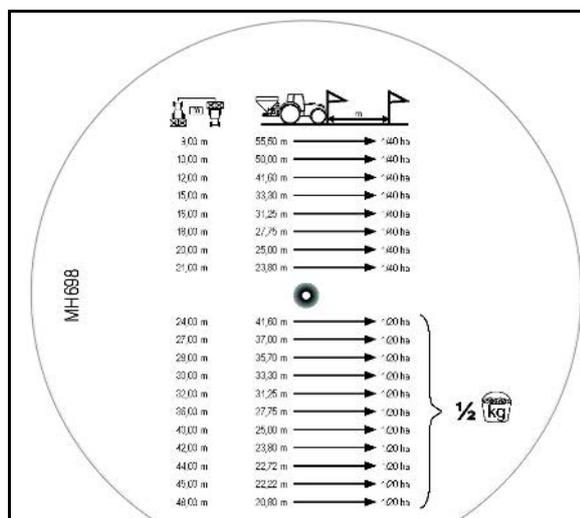

図 63
収容した量 [kg] 用の目盛り (図 63/2) で数値 (A) を探し、カラーの目盛り (図 63/3) の選択したシャッター位置 (B) と合わせます。
3. 希望する散布量 (C) を探し、必要なシャッター位置 (位置) (D) を読み取ります。